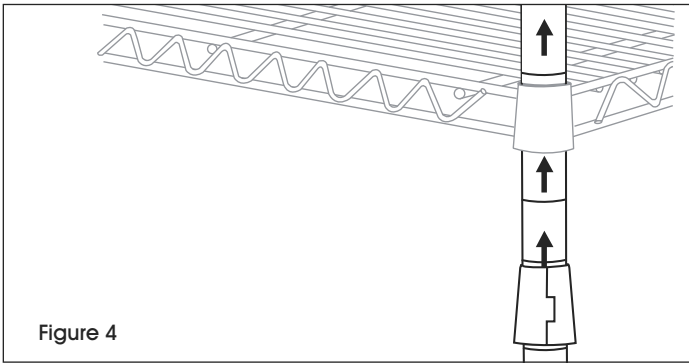

Figure 4
- Slide posts through underside of shelf until shelf slides firmly over supports. (See Figure 4)
5. Insérez les montants par le dessous de la tablette jusqu'à ce que la tablette repose fermement sur les supports. (Voir Figure 4)